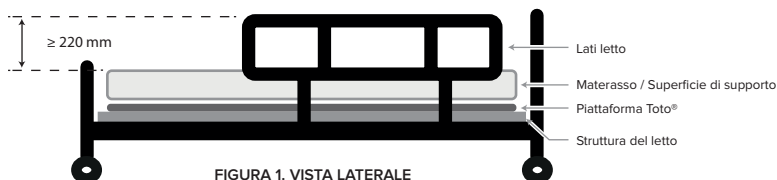

FIGURA 1. VISTA LATERALE
- Parte superiore della sponda del letto ≥ 220 mm (Figura 1).